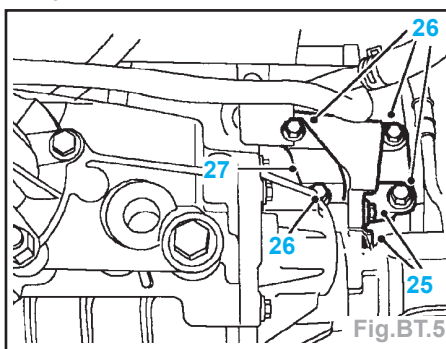

Fig.BT.5
- Enlever le boulon (19) maintenant le tirant du moteur sur le faux-châssis.
- Déposer le tirant (20).
- Enlever les 4 boulons (21) maintenant le support du tirant sur le réducteur IRD et le carter d'huile.
- Déposer le support (22).
- Enlever les 2 boulons (23) maintenant le support du raidisseur sur la plaque adaptatrice de la boîte de vitesses et le carter d'huile, puis déposer le support (24).
- Enlever les 2 boulons (25) maintenant le support de soutien sur le réducteur IRD (Fig.BT.5).